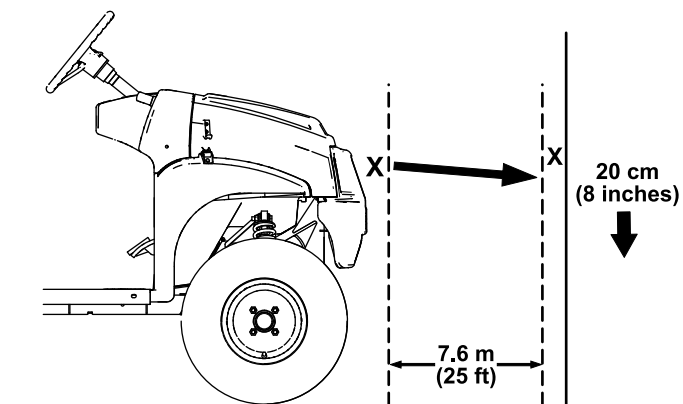

図 49
1. 平らな場所で、ヘッドライトを壁に向け、ライトと壁の距離が 7.6 m 程度になるように駐車する 図 49。
ヘッドライトのビームの最も明るい部分が、壁に付けた印の約 20 cm 下を照らしていればよい 図 49。